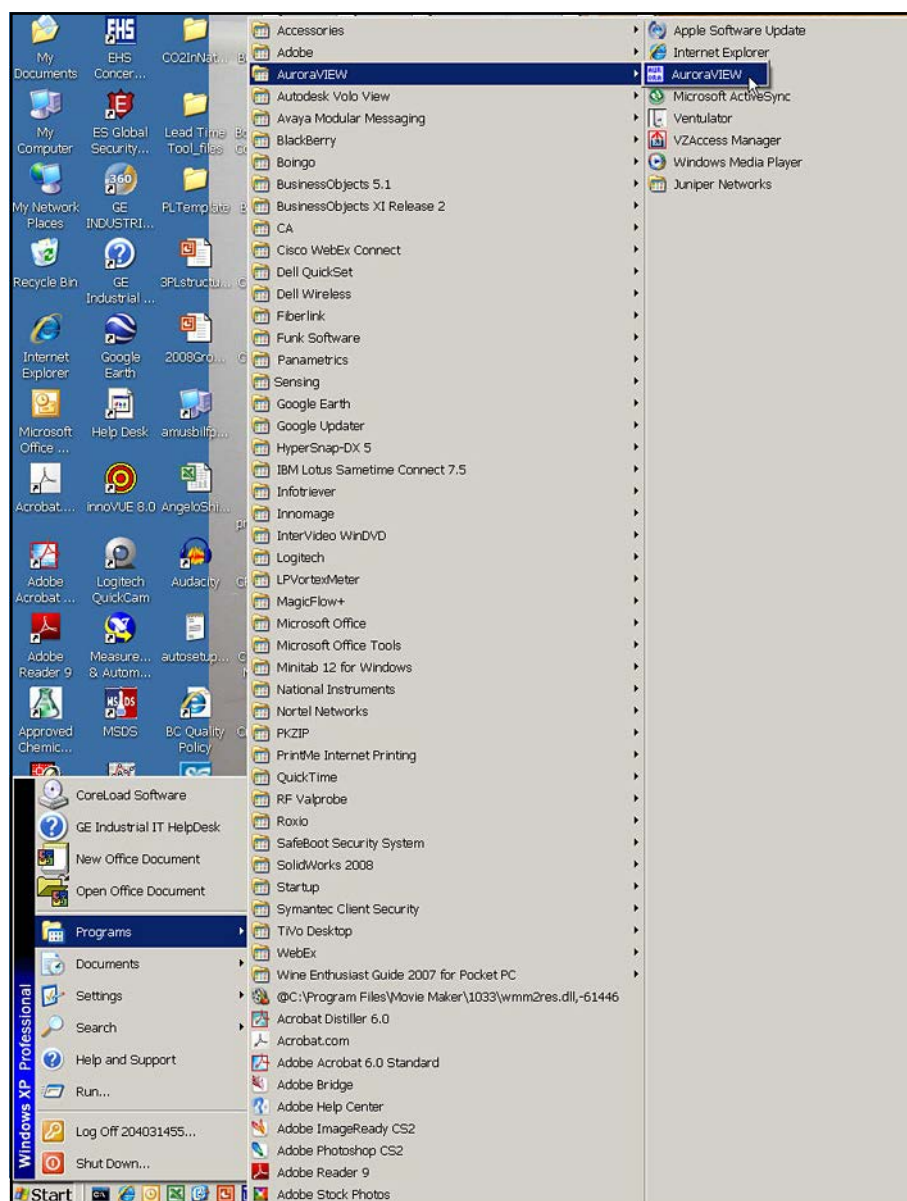

図 59: プログラムメニューの AuroraView
1. Windows のスタートから、Programs (すべてのプログラム) → AuroraView → AuroraView の順にクリックします (以下の図 59 を参照)。